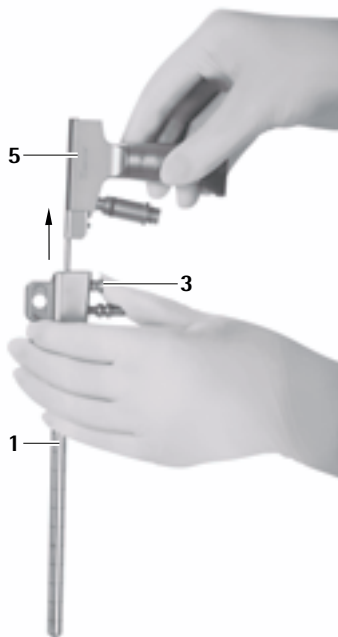

Abb. 8
- Entriegelungsknopf **3** drücken und Endoskop **5** aus MINOP inVent-Trokar **1** herausziehen, siehe Abb. 8.